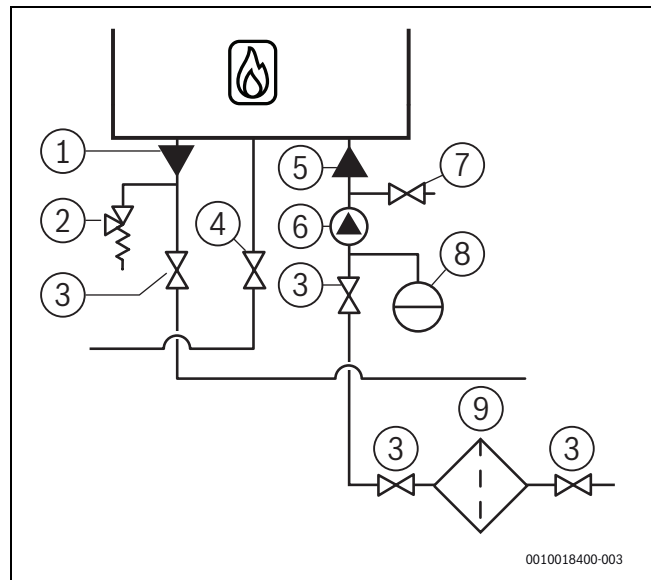

Fig. 18 Conexión de las tuberías del sistema de calefacción
- Montar la conexión para el vaso de expansión y la válvula de seguridad directamente debajo de la caldera y encima de las llaves de corte. (→ fig. 18, pág. 18).
- Instalar una llave de corte en las tuberías de retorno y de impulsión (→ fig. 18, pág. 18).